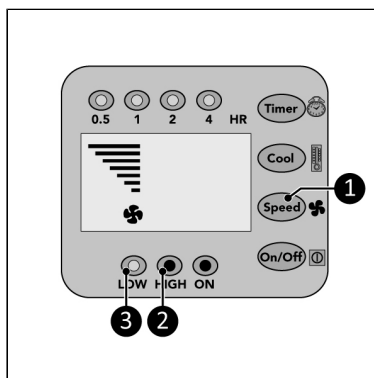

Figure 61.
1. Appuyez à plusieurs reprises sur la touche de vitesse (Figure 61, pos. 1) pour définir le réglage de vitesse requis :
- Haut : le voyant Haut (Figure 61, pos. 2) s'allume et le graphique de vitesse affiche 7 barres.
- Bas : le voyant Bas (Figure 61, pos. 3) s'allume et le graphique de vitesse affiche 4 barres.